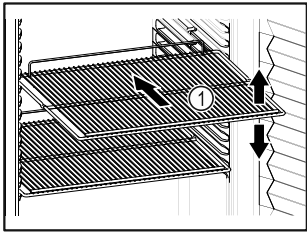

Fig. 56
- Jei pastatymo grotelės Fig. 56 (1) galima perkelti, pritaikykite atsižvelgdami į aukštį.